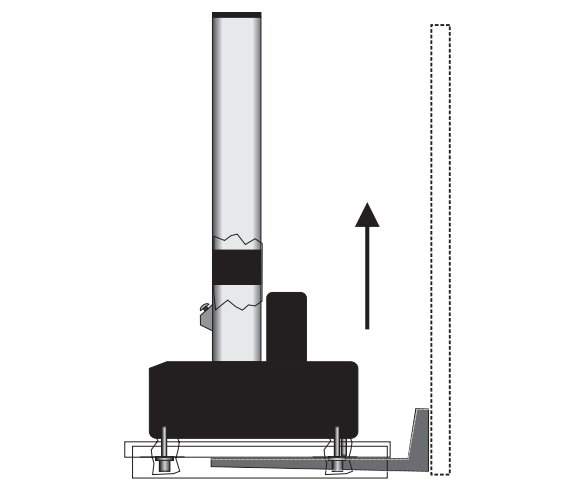

Figure 11. Levage du bâti au moyen de la palette d'expédition
2. Insérez avec précaution la fourche sous la palette d'expédition comme indiqué à la Figure 11 à la page 63.